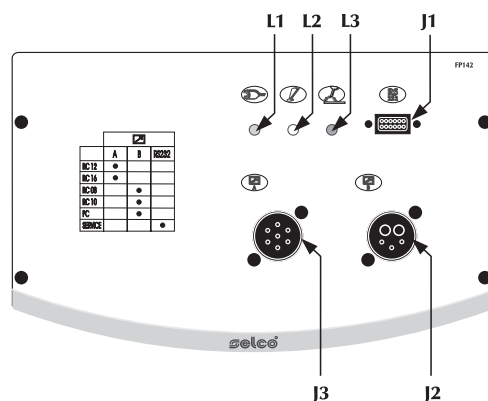

Fig.1
2.1.1 Painel de comandos frontal FP142 (Fig. 1)